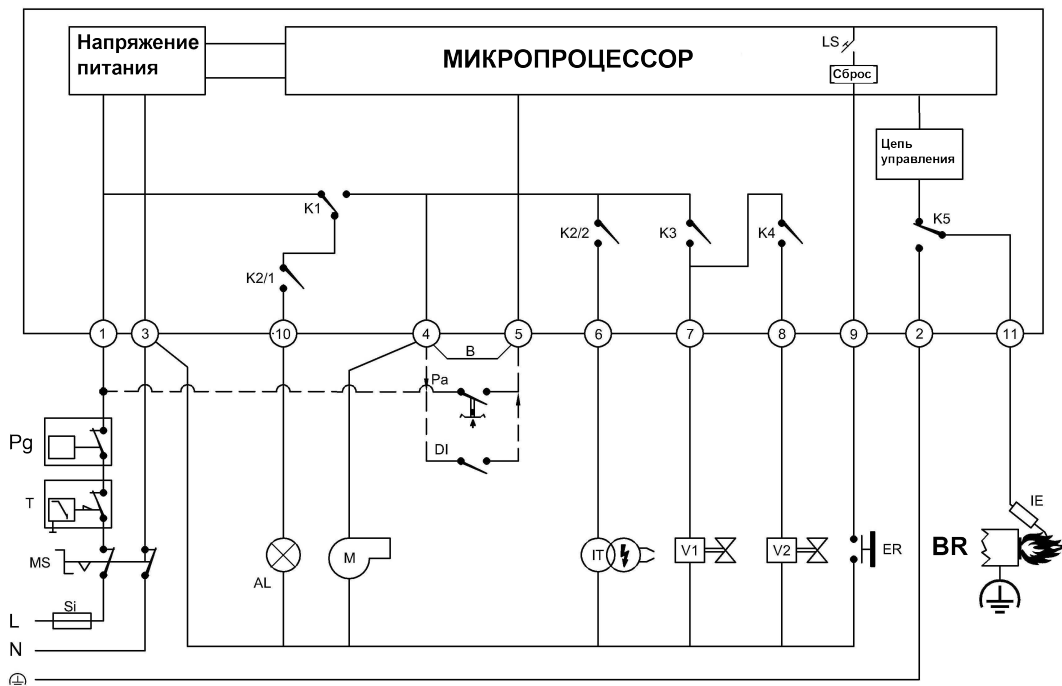

Рис. 2 : АУГ-ВТ: Схема принципиальная электрическая
3.6 Обозначения на схеме (Рис. 2)